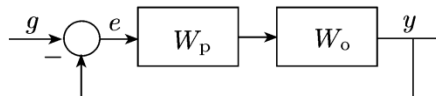

Рис. 5.4. Схема системы управления
1. Заданы передаточные функции регулятора $W_p(s) = k_p$ и объекта $W_o(s) = \frac{1}{s(s+1)}$ системы управления (рис. 5.4). Определить пара-